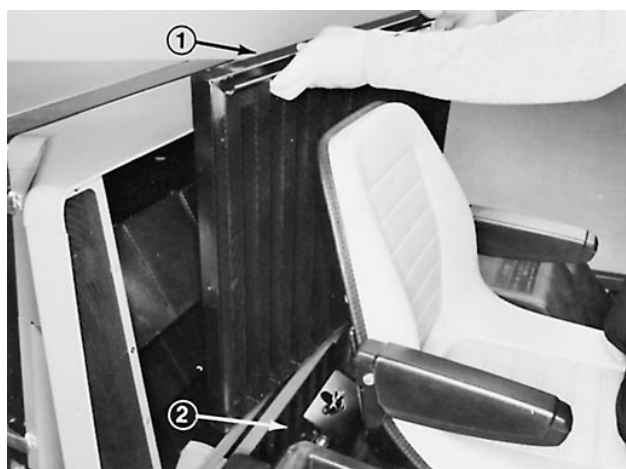

Figure 39
- B. Déposer les ensembles grille supérieure et inférieure (Fig. 39).